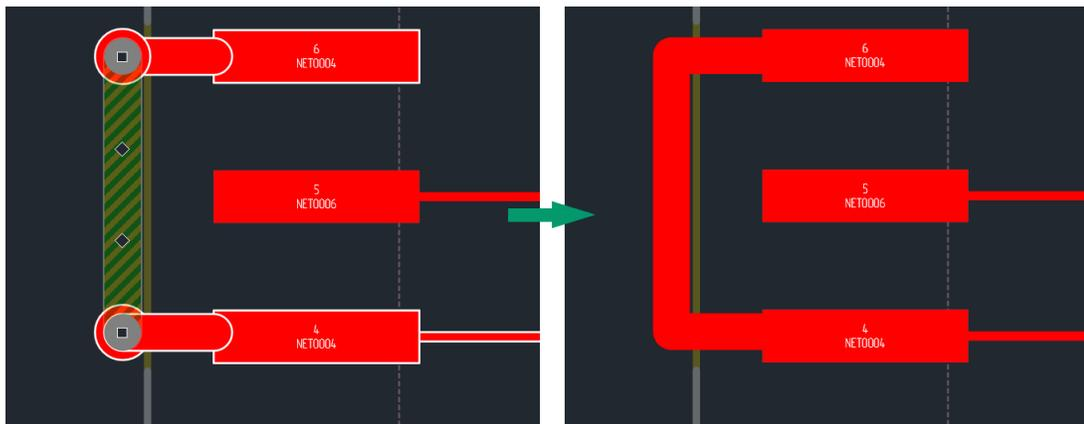

Рис. 246 Удаление ПО при подключении к нему треков на одном слое
- Если при переносе сегмента на другой слой, треки, подключенные к ПО, оказываются расположены на одном слое, то ПО будут удалены, см. Рис. 246.